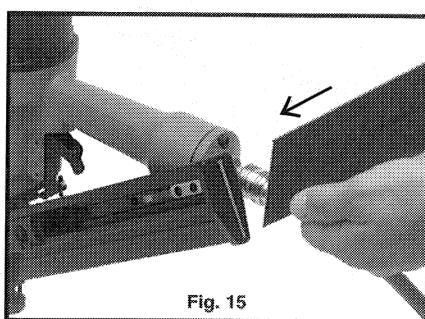

Fig. 15
2. Ponga la tira de clavitos con las puntas hacia abajo (vea la Fig. 15), y en línea con la ranura "T" de la recámara (magacín).